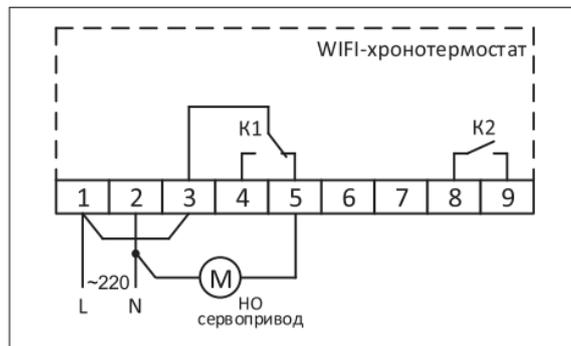

Рис. 2. Подключение нормально-открытых сервоприводов - 220 В
6.2.2. Для подключения нормально-открытого сервопривода необходимо установить перемычку между клеммами 1 и 3. сервопривод подключается к 2 и 5 клеммам (рис. 2).